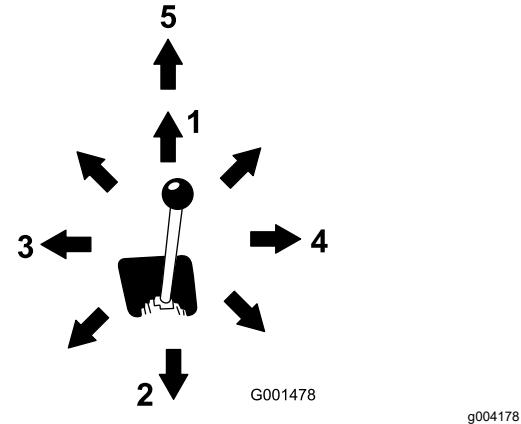

Figure 10
- Pour basculer l'accessoire en avant, déplacez lentement le levier vers la droite (Figure 10).
- Pour basculer l'accessoire en arrière, déplacez lentement le levier vers la gauche (Figure 10).
- Pour abaisser les bras de chargeuse, poussez lentement le levier en avant (Figure 10).
- Pour éléver les bras de chargeuse, tirez lentement le levier en arrière (Figure 10).
- Pour abaisser les bras de la chargeuse à la position verrouillée (flottement), poussez lentement le levier en avant (Figure 10).